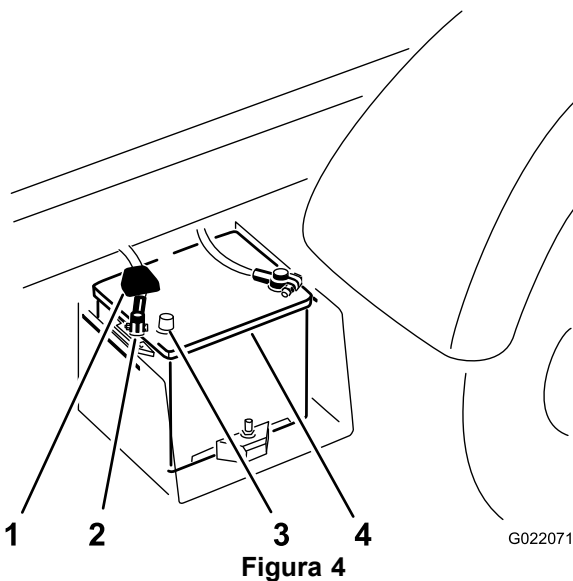

Figura 4
- C. Retire o terminal do cabo positivo da bateria do borne da bateria (Figura 4).